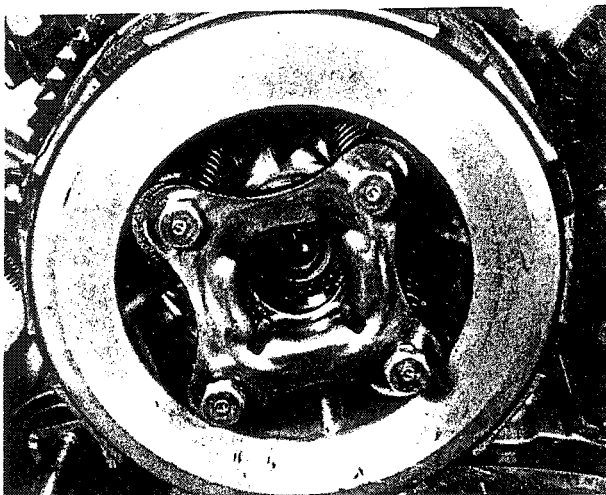

Bild 137
- Die Kupplungsfedern und das Druckstück einbauen und mit den vier Schrauben befestigen. Die Schrauben müssen kreuzweise in gleichmässigen Stufen festgezogen werden (Bild 137). Das Drucklager einbauen.